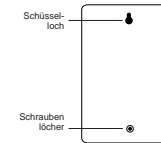

ABB. 19: Rückseite des Steuergerätekastens
- Schieben Sie die schlüssellochartige Öffnung an der Rückseite des Steuergerätekastens auf die vorstehende Schraube [siehe Abb. 19].